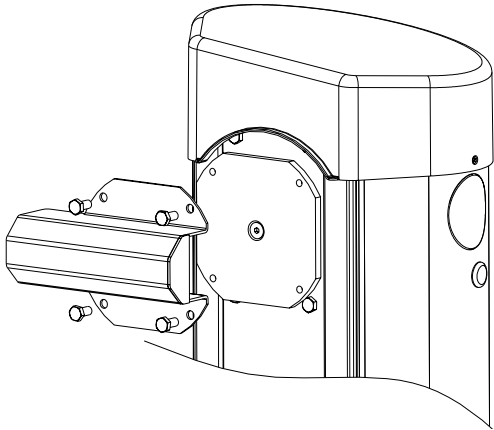

Fig. 5
- Fissare la staffa porta-asta, senza avvitare a fondo le viti (Fig. 5).